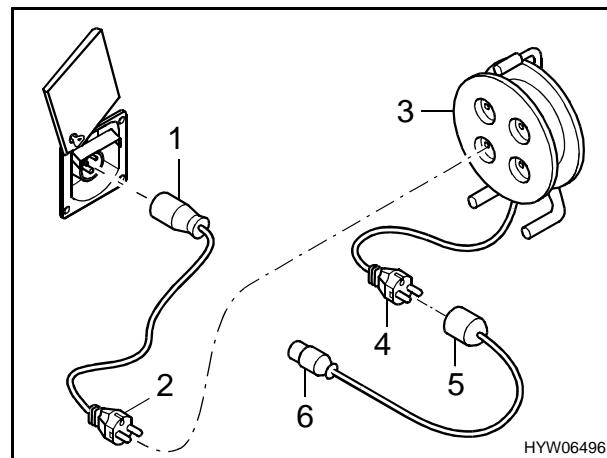

Fig. 65 Possibilità di collegamento per il collegamento a 230 V
- Ribaltare in alto la copertura (Fig. 65).
Giunto di collegamento CEE 17 con contatto di terra (Fig. 65,1) – spina con contatto di terra (Fig. 65,2).
Presa con contatto di terra (Fig. 65,3) – spina con contatto di terra (Fig. 65,4).
Giunto di collegamento con contatto di terra (Fig. 65,5) – spina CEE 17 con contatto di terra (Fig. 65,6).